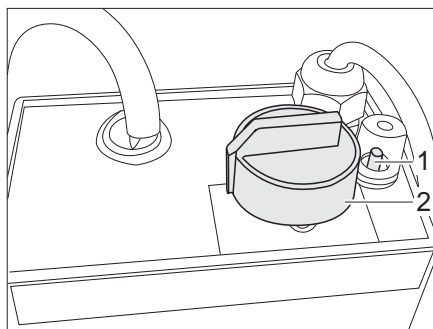

Fig. 199 Régulateur du chauffage électrique du plancher
- Tourner le bouton tournant (Fig. 199,2) sur la température souhaitée.
- Tourner le bouton tournant (Fig. 199,2) sur la position "0".
Quand le régulateur est surchargé, la protection contre les surcharges se déclenche. La goupille (Fig. 199,1) sort de son logement.
- Enfoncer la goupille (Fig. 199,1) de la protection contre les surcharges, une fois que le régulateur est refroidi.